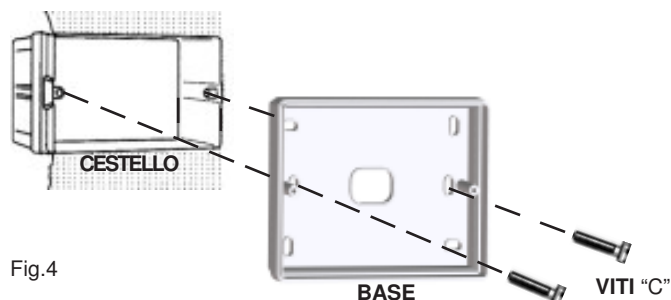

Fig.4
- 1-Fissare la BASE alla scatola 503 con le viti C (Fig.4).